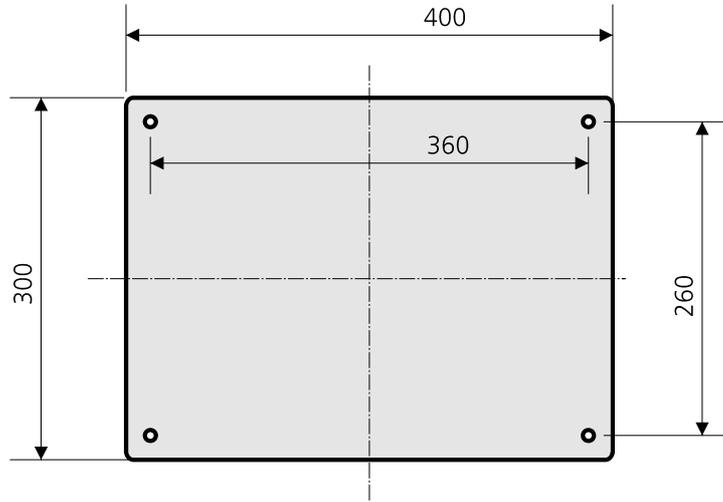

Abb. 109: Boden des Steuermoduls (Montageschema)
2. Befestigen Sie das Steuermodul mit Schrauben M8 (Montageschablone → *siehe Abb. 109*) z. B. am Gestell des Arbeitstisches.